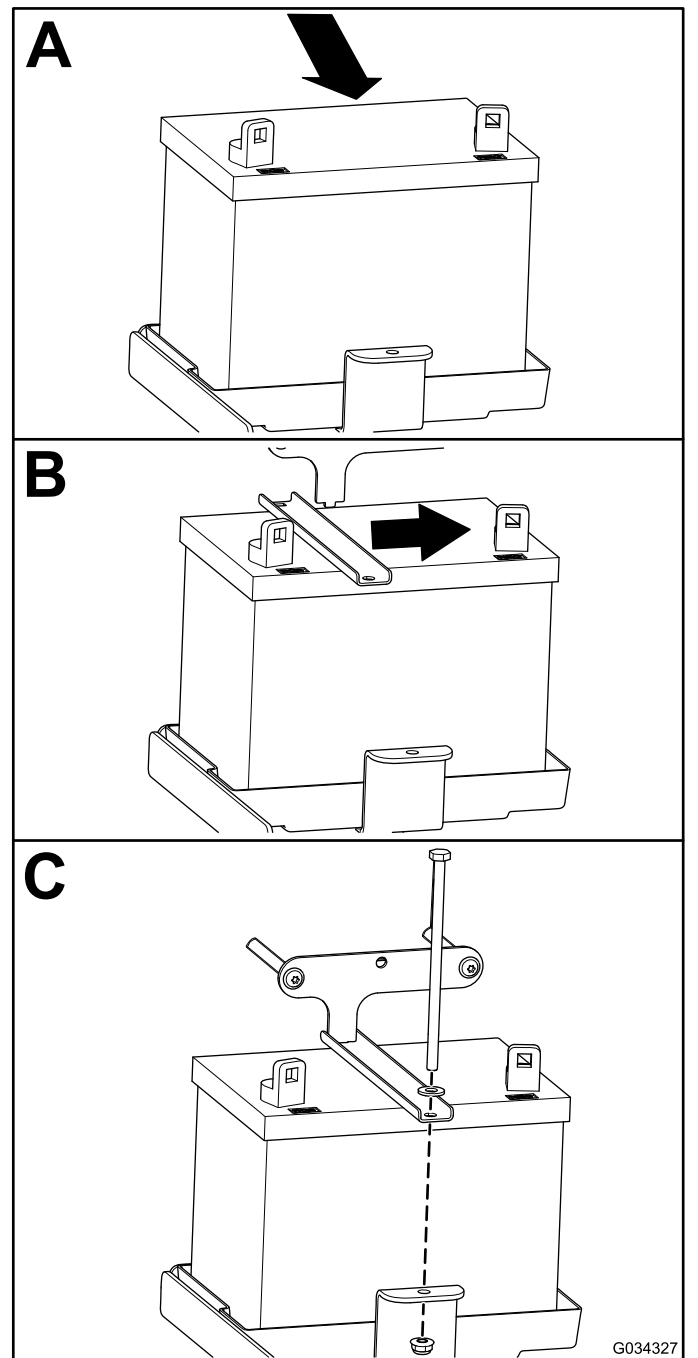

Figura 47
1. Montați bateria în modul indicat în Figura 47.